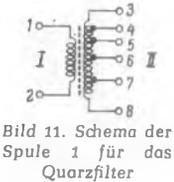

Bild 11. Schema der Spule 1 für das Quarzfilter
1. Bandbreite 3 kHz: Schalterstellung ± 3000 Hz¹⁾. Der Quarz wird gegen den Ersatzkondensator ausgetauscht. Mit Hilfe der in dieser Schalterstellung wirksamen beiden Trimmer links und rechts oberhalb des Quarzes in Bild 3 wird auf Maximum und mit dem Neutralisations-trimmer am Spulenschluß 8 (vgl. Bild 11) auf scharfes Minimum abgeglichen. Der Trimmvorgang wird so lange wiederholt, bis keine Änderungen am Ausschlag des Röhrenvoltmeters auftreten. Dann wird dieser Vorgang beim zweiten Filter in gleicher Reihenfolge durchgeführt.
Spule 1 (Bild 11): Die Spule muß im Becher auf 124 μ H abgeglichen werden, wobei zwischen Punkt 3 und Punkt 7 gemessen wird.